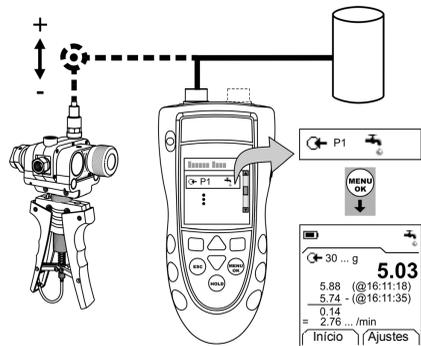

Figura 3: Configuração de exemplo – Teste de vazamento
1. Conecte o instrumento (Figura 3) e, se necessário, ajuste o *Set Up/Conf.* (Tabela 1).